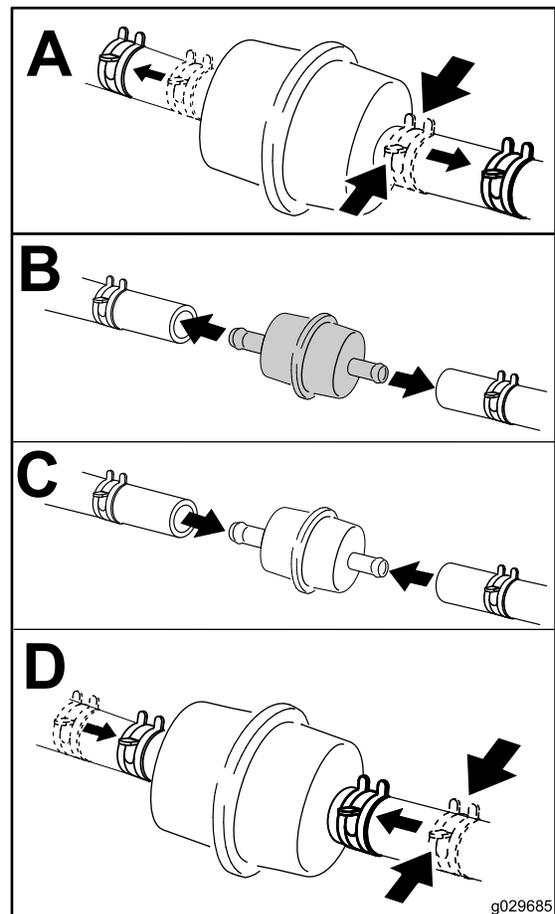

Figura 45
6. Mettete un contenitore pulito sotto il filtro del carburante e sostituite il filtro del carburante come illustrato nella Figura 45.